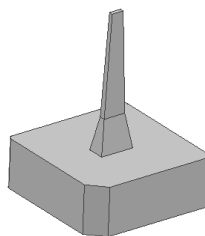

图 6-224 练习题 2) 图
2) 图 6-224 所示加强筋电极零件, 放电间隙为 0.1mm, 计算其加工刀具路径。毛坯为方坯, 刀具和切削参数自定义。零件数模在光盘中的存放位置: 光盘符:\习题\ch06\xt 6-02.dgk。光盘内附有参考答案。